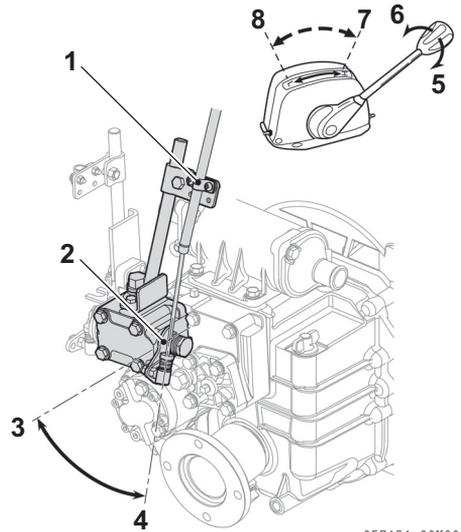

Figura 10
1. Assegure-se de que a alavanca de pesca à cana (**Figura 10, (2)**) está na posição de alta velocidade (**Figura 10, (4)**) quando o manípulo de controlo remoto de pesca à cana está na posição de alta velocidade (**Figura 10, (7)**).
2. Assegure-se de que a alavanca de pesca à cana está na posição de baixa velocidade (**Figura 10, (3)**) quando o manípulo de controlo remoto de pesca à cana está na posição de baixa velocidade (**Figura 10, (8)**).
3. Para ajustar, solte o parafuso de ajuste do encaixe do cabo (**Figura 10, (1)**) e ajuste a posição do cabo.